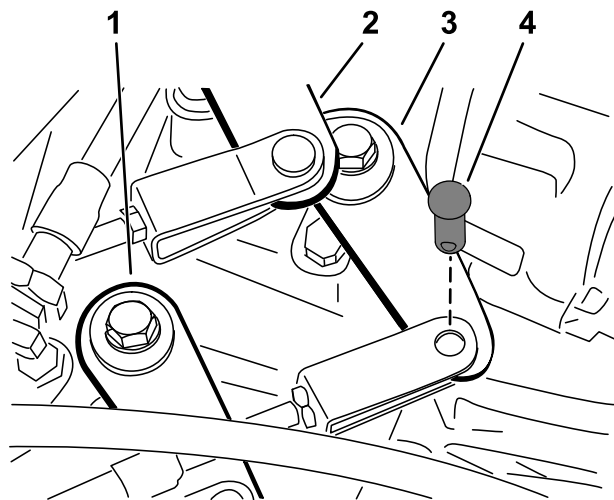

Figura 44
2. Îndepărtați tifturile cu cap și gaură care fixează cablurile pentru schimbătorul de viteze la braele cutiei de viteze (Figura 44).
1. Îndepărtați tifturile cu cap și gaură care fixează cablul pentru gama de viteze ridicate – reduse la cutia de viteze (Figura 44).